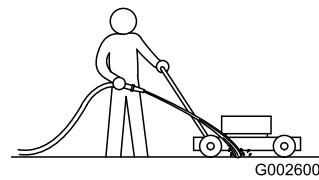

Figura 49
2. Con el motor en marcha y la cuchilla engranada, dirija un chorro de agua por delante de la rueda trasera **derecha** (Figura 49).